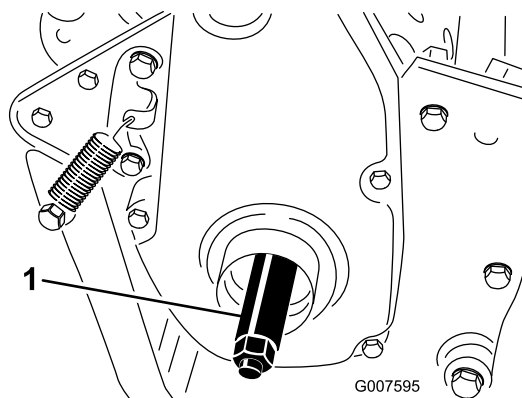

Figura 7
3. Inserite l'albero della ruota destra nella puleggia motrice sul lato destro della macchina (Figura 7).